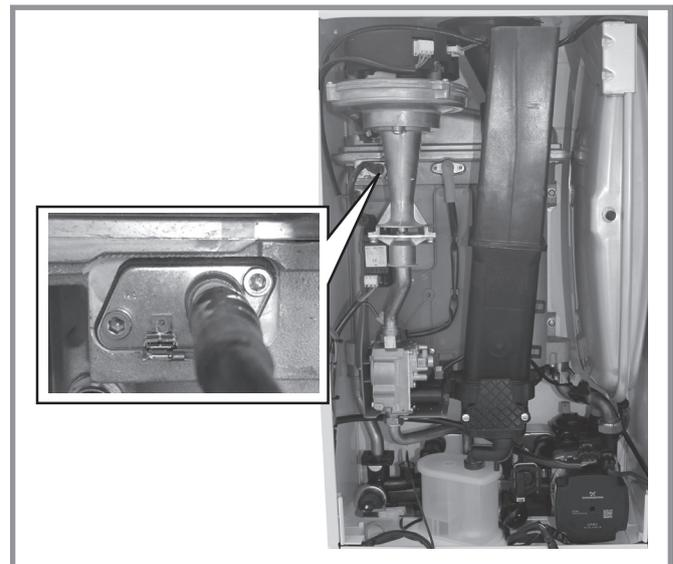

figura 14 - Sustitución del electrodo de encendido
6. Compruebe el huelgo de chispa del electrodo de encendido. Ver figura 14.